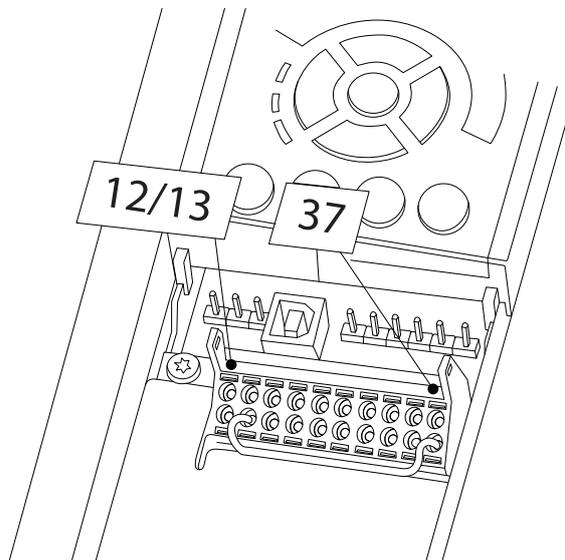

Ilustración 2.21 Puente entre el terminal 12/13 (24 V) y 37
1. Retire el cable de puente entre los terminales de control 37 y 12 o 13. No basta con cortar o romper el puente para evitar los cortocircuitos. (Véase el puente de la *Ilustración 2.21*.)